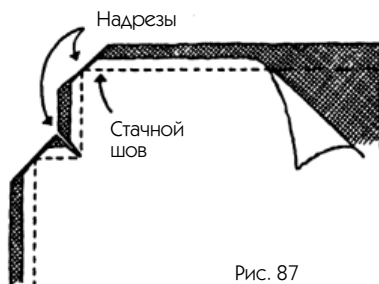
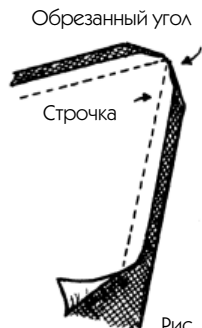

Рис. 87
Рис. 88
2. Срежьте углы так, чтобы внутри них не возникло взаимного наложения нескольких слоев ткани после выворачивания детали на лицевую сторону. Взгляните на рис. 87, на котором показаны прямые углы. Для получения острых углов нужно увеличить наклон ножниц, выполняя разрез, см. рис. 88.
3. Вторично уменьшите срезы одного из швов (находящегося с изнаночной стороны) на 3–4 мм. Таким образом, у швов будет разная ширина, и потому толщина, которая возникнет из-за них, распределится более равномерно (рис. 87 и 88).